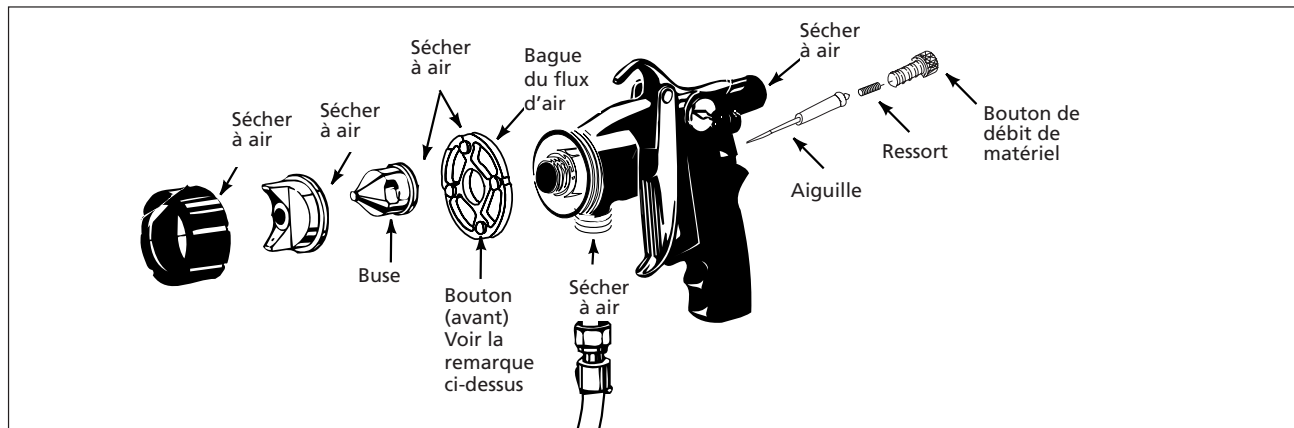

Figure 18 - Pièces pour sécher à air
5. Installer à nouveau, toutes les pièces en ordre inversée du démontage (Voir Figure 18). Toujours installer la buse avant d'installer l'aiguille pour éviter le dommage à l'aiguille.
6. Une fois que le pistolet et toutes les pièces sont complètement nettoyés, utiliser le tuyau de turbine pour faire sécher les pièces et leurs passages avant le remontage. Ceci empêche la contamination du matériel utilisé pendant le prochaine usage du modèle et empêche l'oxydation des pièces internes du pistolet (Voir Figure 18).
Les quatre boutons élevés sur la bague de flux d'air doivent être montés face en avant (vers la buse). (Voir Figure 18).